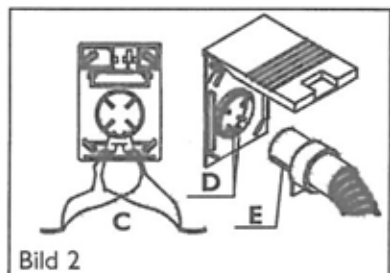

Bild 2
3.2 Handgriff -Start (On/Off) [Bild 2]
- Niederspannungskabel ist gemäß der Abbildung 2 (C) installiert. Dadurch kann die Zentraleinheit über den Handgriffschalter (On/Off-Schalter) gestartet und ausgeschaltet werden.
- Die Zentraleinheit startet über den Schalter des Handgriffs, wenn die Metallplatte in der Schlauchmuffe (Abbildung 2; E) mit den Kontaktstiften (Abbildung 2; D) der Saugdose übereinstimmen.